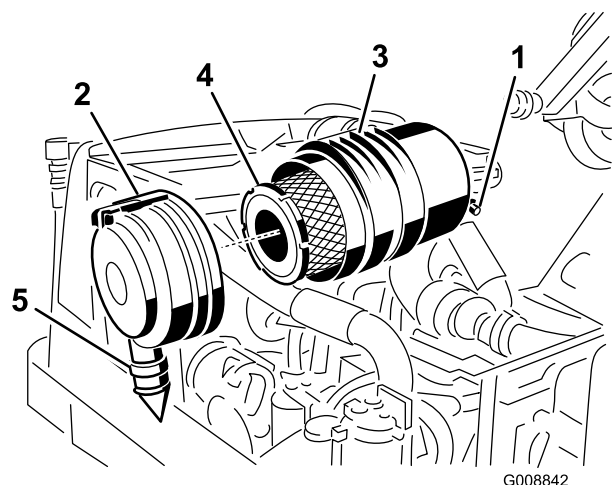

Figure 54
Faites l'entretien du filtre à air uniquement quand l'indicateur de colmatage (Figure 54) indique que cela est nécessaire. Changer le filtre à air prématurément ne fait qu'accroître le risque de contamination du moteur par des impuretés quand le filtre est déposé.
1. Tirez le verrou vers l'extérieur et tournez le couvercle du filtre à air dans le sens anti-horaire (Figure 54).
2. Enlevez l'élément principal (Figure 54). Il est déconseillé de nettoyer les éléments usagés car cela risque d'endommager le matériau du filtre. Vérifiez que le filtre de rechange n'a pas été endommagé pendant le transport. Vérifiez l'extrémité d'étanchéité du filtre et du corps. N'utilisez pas l'élément s'il est
3. Remplacez l'élément principal (Figure 54).
6. Montez le couvercle en dirigeant la valve de sortie en caoutchouc (Figure 54) vers le bas, entre 5:00 et 7:00 heures environ vu de l'extrémité. Fermez le verrou.